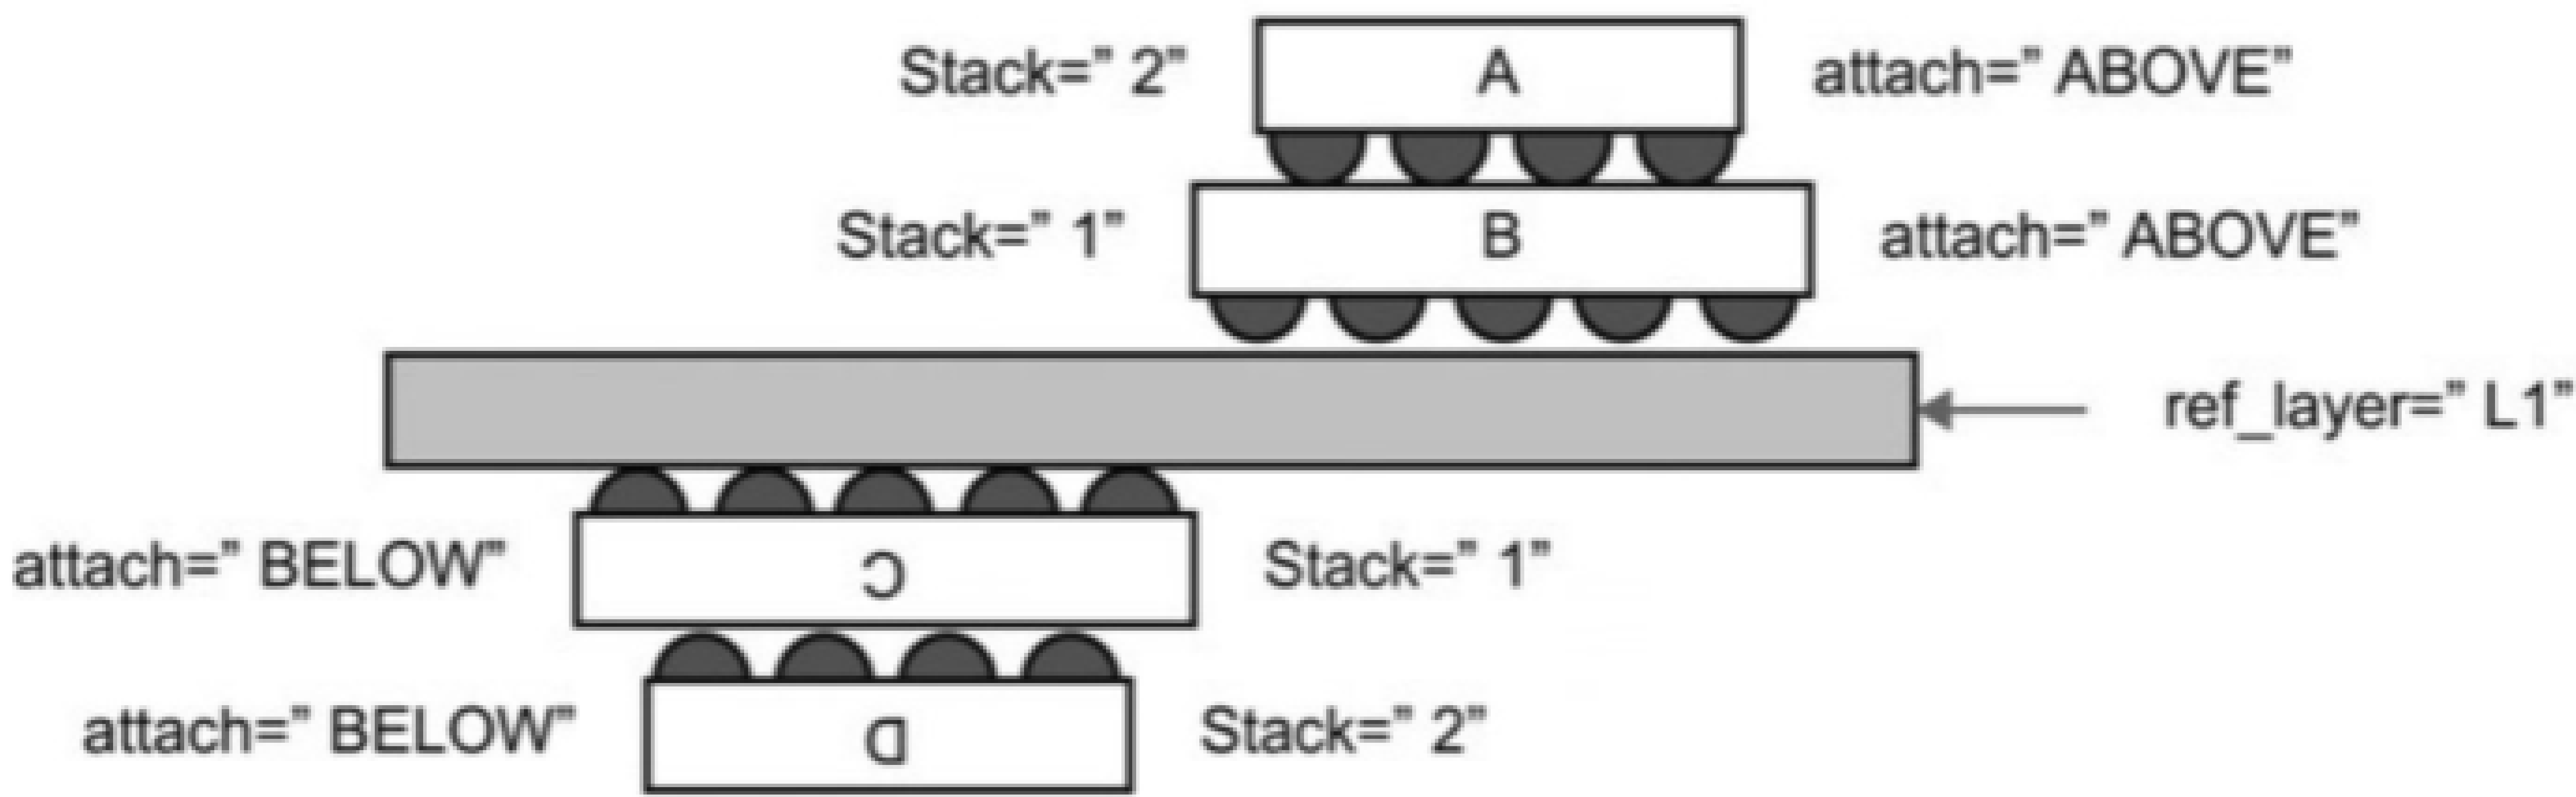

图 46 未指定层时组件放置的说明示例
- k) mount:此属性定义组件的放置边,参数应为下列任何一项(参见图 46):